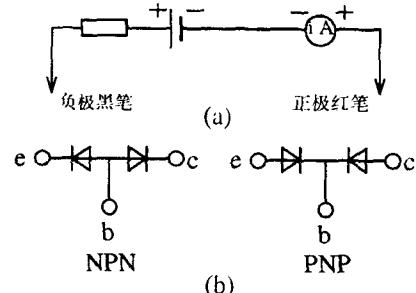

图 1.6 用万用表测三极管电极
万用表欧姆挡可以等效为由一个电源（电池）、一个电阻和微安表相串联的电路，如图1.6(a)所示，红表笔接电源负极，黑表笔接电源正极。
(1) 三极管可视为两个背靠背或相反联接的二极管，如图1.6(b)所示。
(2) 三极管三个区的特点：发射区杂质浓度大，基区薄且杂质浓度低，集电区杂质浓度很低。因此，发射结正偏时，射区有大量的载流子进入基区，且在基区被复合的数量有限，大部分被集电极所吸收，所以此时的电流放大系数 β 大。如果把发射极和集电极调换使用，则集电结正偏时，集电区向基区发射的载流子数量有限，在基区被复合后能被发射极吸收的载流子比例很小，所以 $\beta_{\text{反}}$ 很小。